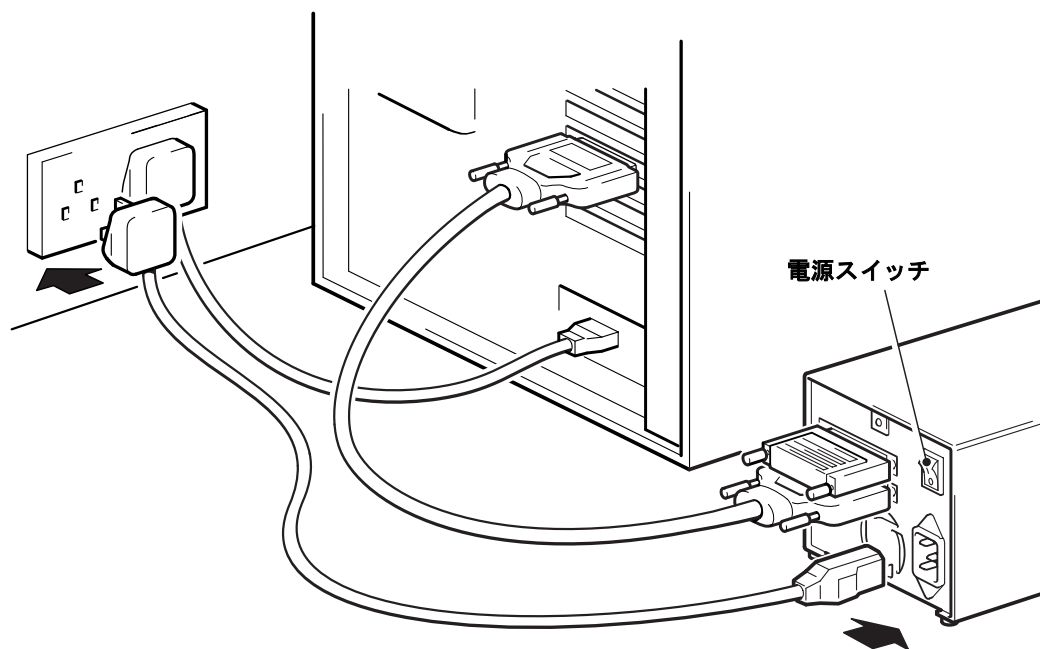

図 6: 電源ケーブルの接続
- 2 電源装置のケーブルを、ドライブのリア・パネルにあるソケットにしっかりと差込みます (図 6 を参照)。